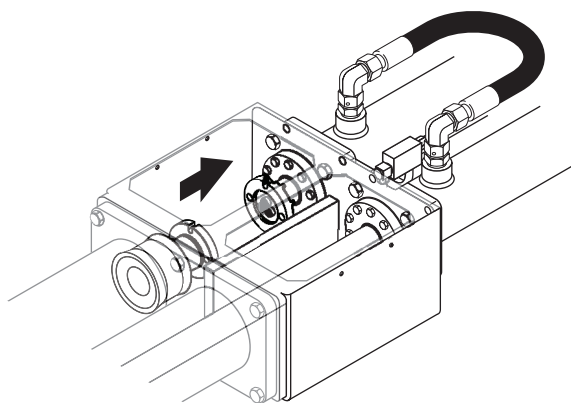

Figura 29
- Reinicie el motor y borre todas las solicitudes de parada de emergencia. Presione el botón de avance o reversa de la bomba de concreto y el botón de cambio de ariete simultáneamente. Retraiga lentamente la biela otra vez (Figura 29) hasta que haya espacio para instalar el acoplamiento espaciador.